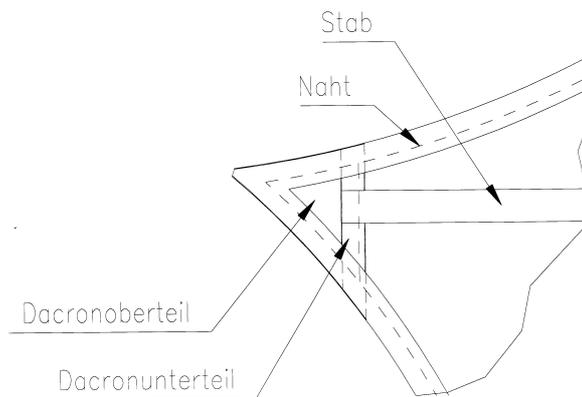

Abbildung 5
6. Dacronstücke für Stabtaschen zuschneiden. siehe Abbildung 5